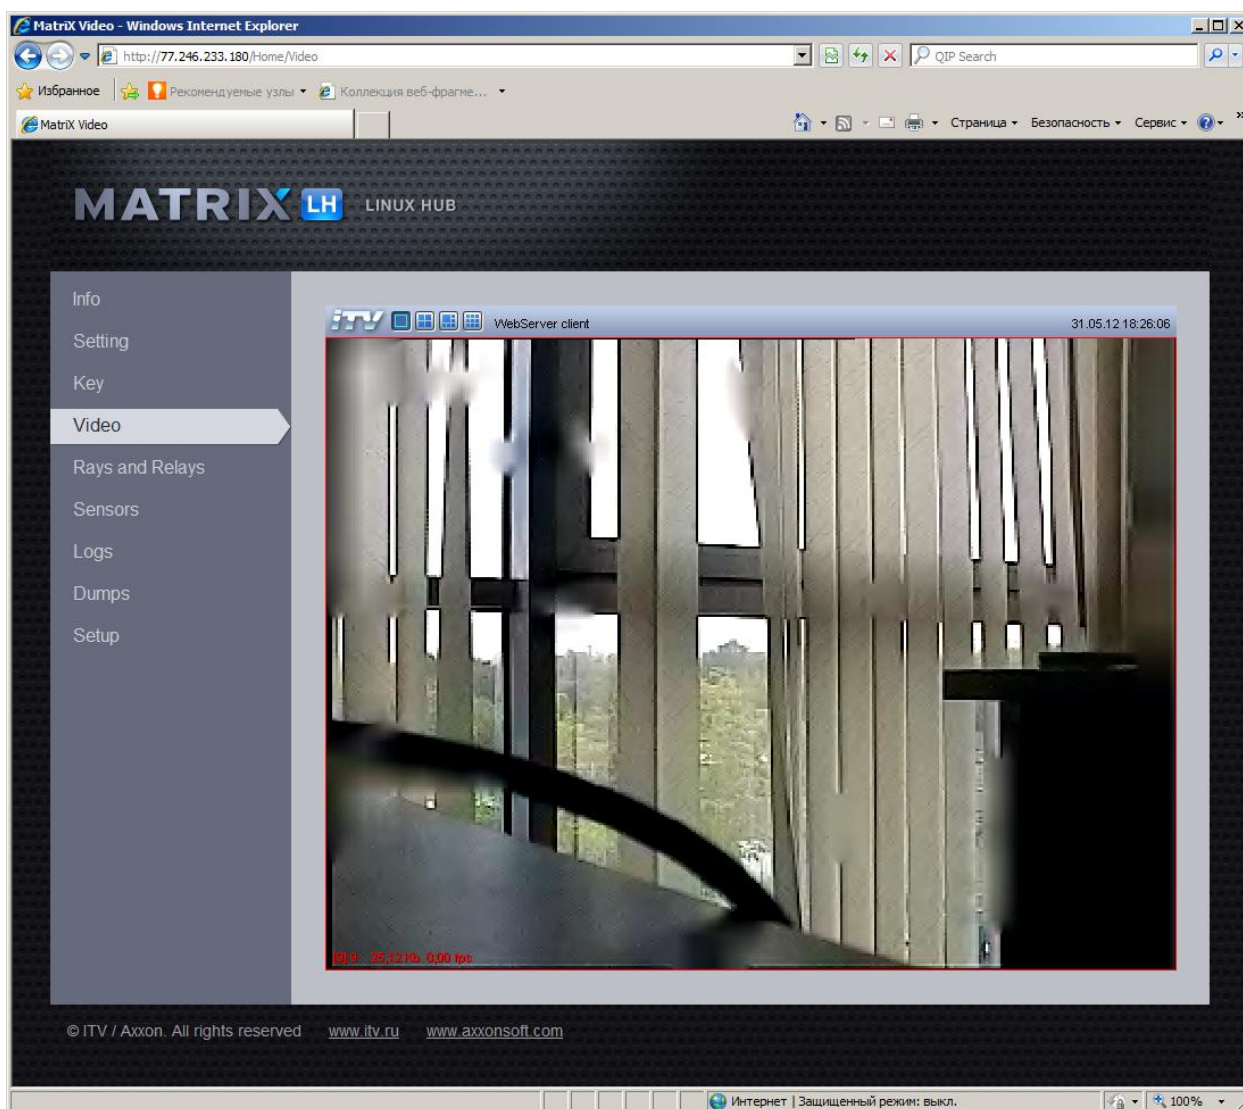

Рис. 7.3—2 Просмотр видеосигнала (вкладка «Video»)
Просмотр видеосигнала, поступающего с видеокамер LS (LH), осуществляется на вкладке «Video» (Рис. 7.3—2).